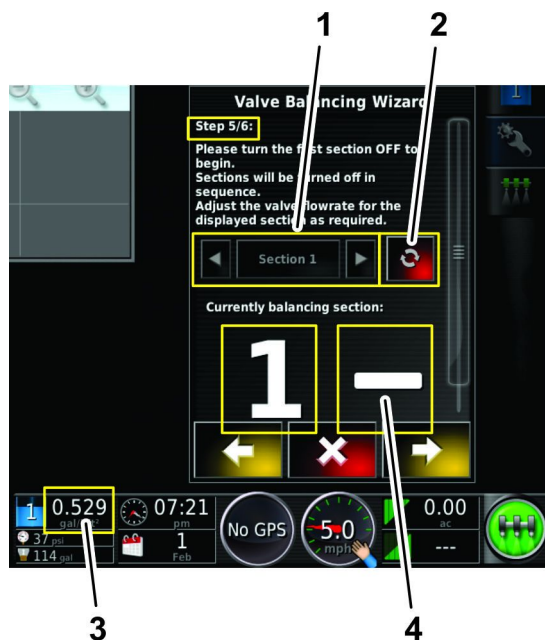

Figura 145
- El caudal de aplicación de la válvula de sección es demasiado alto (Figura 145).
- A. Pulse el icono Activar/Desactivar sección (Figura 145) para cerrar la válvula de sección (roja).
- A. Pulse el icono de activación/desactivación de sección (Figura 145) para apagar la válvula de sección (rojo).